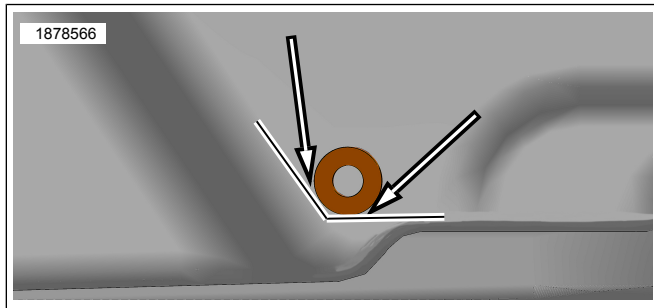

Figure 3. Emplacement de perçage du trou inférieur de la sacoche
- b. Figure 3 Utilisez l'œillet (7) de la trousse comme guide de l'emplacement de la perceuse.